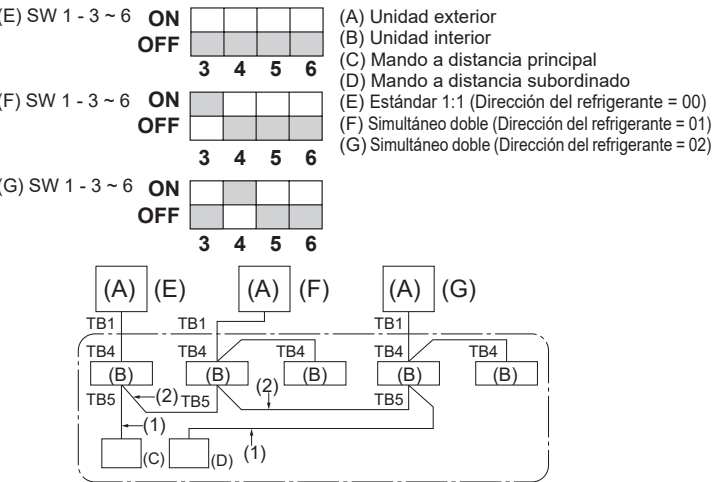

Fig. 9-1
9. Controlador del sistema (Fig. 9-1)